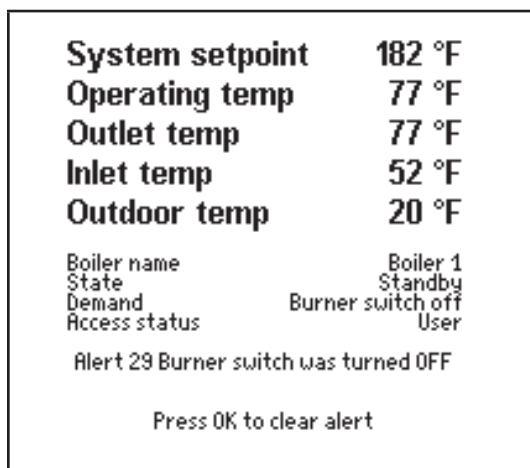
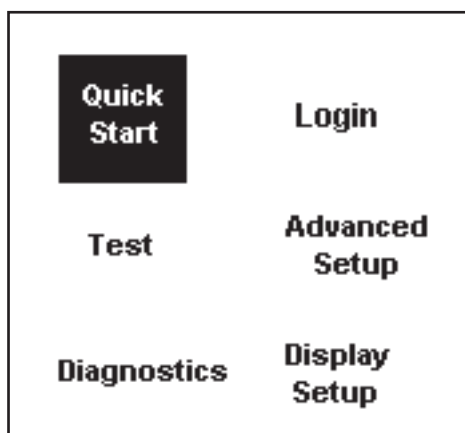

Figure 20. – Écran d'accueil
Figure 21. – Écran Info/ Installation
- Depuis l'écran d'accueil tel qu'il est affiché en Figure 20, appuyer sur la touche « I » (Info/Installation). L'écran affiche alors les six sous-menus disponibles. Voir Figure 21.